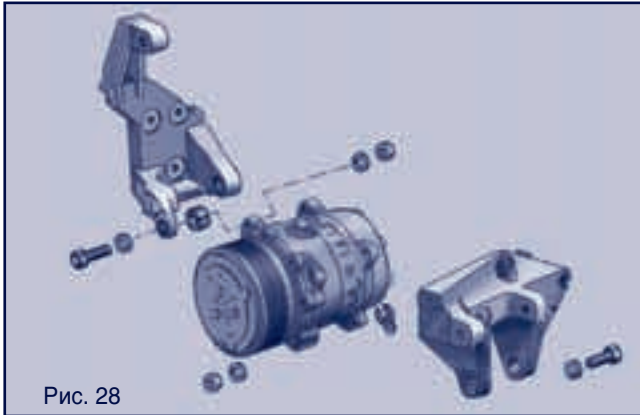

Рис. 28
1. Приложить к кронштейну правой опоры двигателя кронштейн генератора Рис.28 (дет. 2112-1001360-40) и закрепить двумя болтами М8х1,25 L=30.
4. Совместить отверстия в проушинах кронштейна 3, рис. 28 , и компрессора 4, установить два болта 1/13438/30 и закрепить гайками 1/21647/11 с пружинными шайбами 1/05168/70. Гайки окончательно не затягивать.